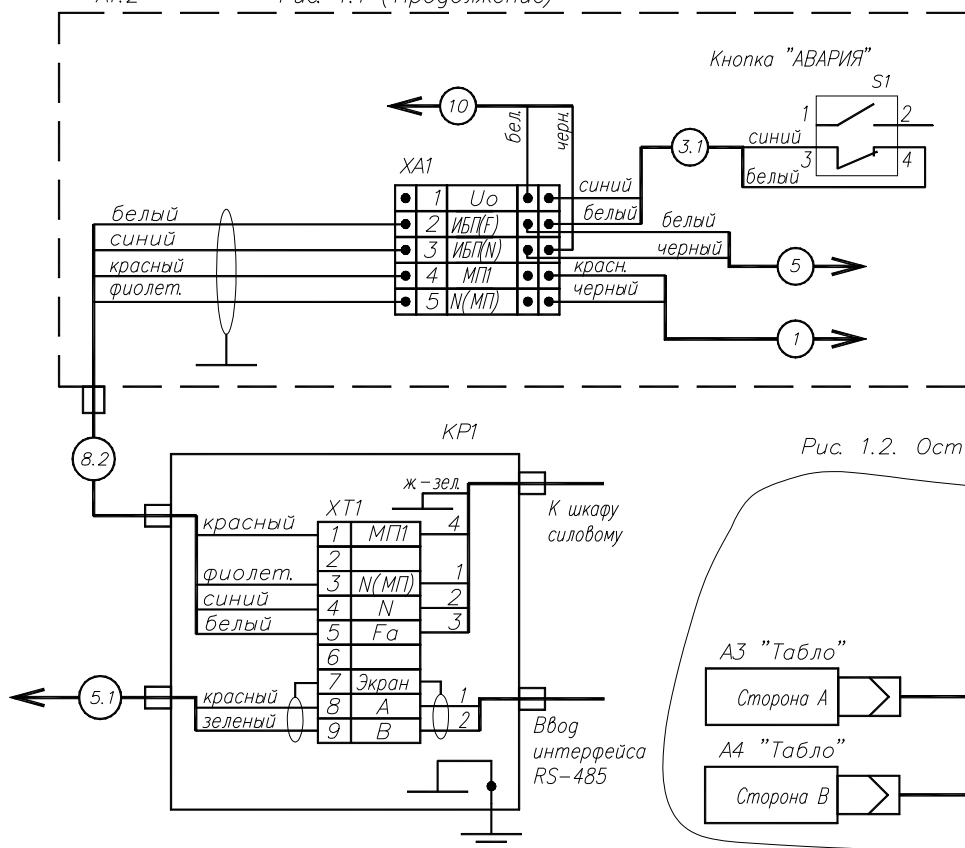

Рис. 1.3. Допускается поворот катушек "КО", "КС" вокруг собственной оси
4. Монтаж кабелей 1.1-1.4 от клапанов YA1, YA2 вести с учетом рис. 1.3. (Указано расположение катушек КО, КС).